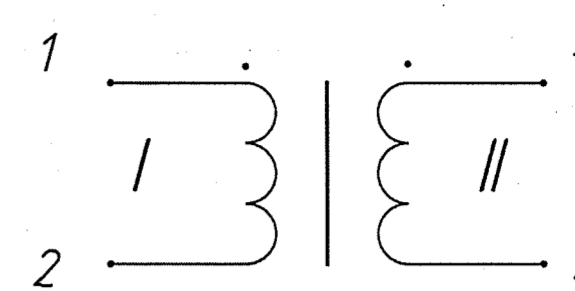

Рис. 1
Остальное см. рис.1
- Мотать бортовую изоляцию бумагой поз.7 высотой 2 мм в секторе 60 градусов (см. чертеж рис.1).